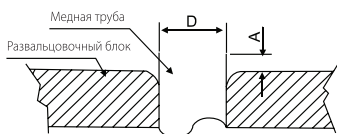

Рис. 26
- Точная длина отрезка трубы, выступающего над поверхностью развальцовочного блока определяется развальцовочным инструментом. См. Рис. 26.